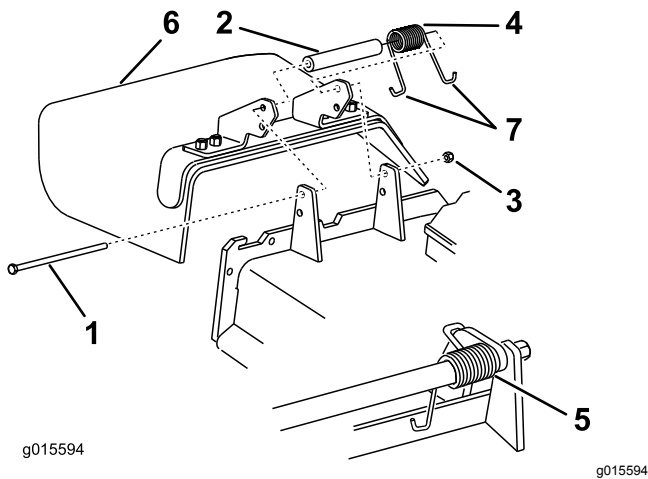

Figura 114
1. Retire la contratuerca, el perno, el muelle y el espaciador que sujetan el deflector a los soportes de pivote (**Figura 114**).
2. Retire el deflector de hierba dañado o desgastado (**Figura 114**).
Nota: Asegúrese de colocar un extremo con gancho en J del muelle detrás del rebordo de la carcasa antes de instalar el perno, según se muestra en Figura 114.
6. Coloque 1 extremo en J del muelle alrededor del deflector de hierba (Figura 114).